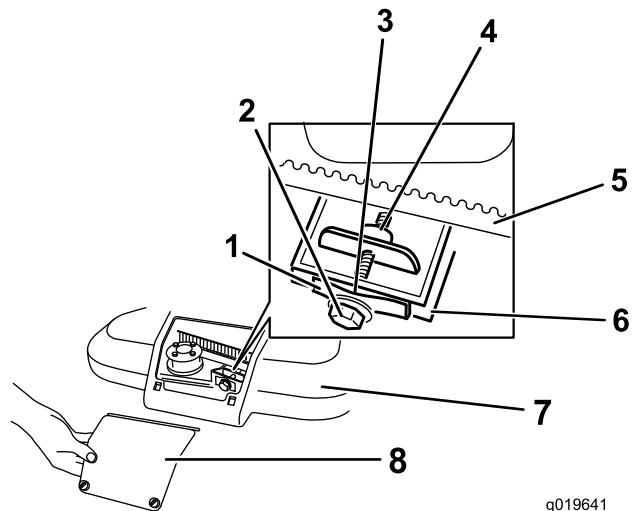

Рисунок 39
- Ослабьте два винта панели кожуха ремня и снимите панель (Рисунок 39)
- Прижмите толщиномер на 0,255 мм (0,010 дюйма), лист бумаги или картотечную карточку к стенке, а затем сдвиньте ее вниз позади пружины натяжения ремня (Рисунок 39).
**Примечание:** Если имеется видимый зазор между измерителем зазора и пружиной, затяните регулировочный болт и гайку до момента, когда бумага только начнет свободно входить в зазор и выходить из него (Рисунок 39).